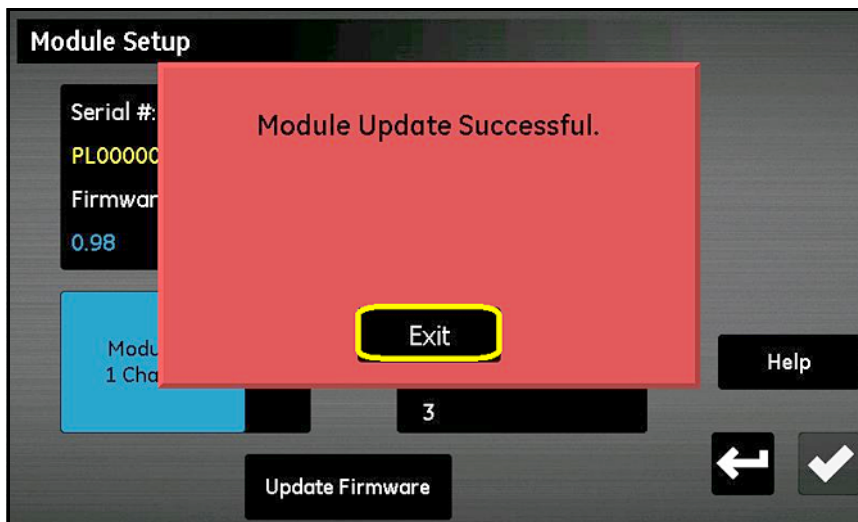

Figura 98: Installazione riuscita
7. Al completamento dell'aggiornamento (*Figura 98*), il misuratore richiede di uscire. Toccare il pulsante **Esci**.